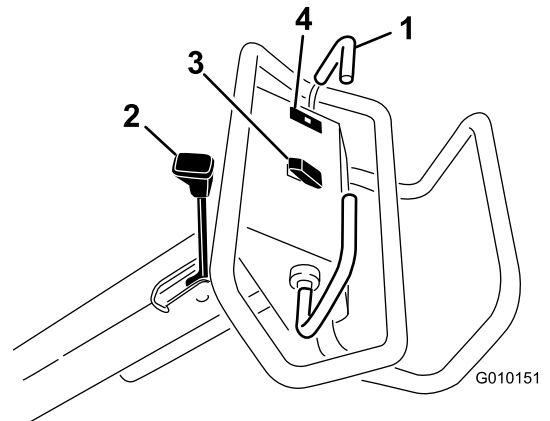

图 13
要向前移动请向前移动牵引把手。要向后移动请向后移动牵引把手 图 13。
- 要设定手刹请向操作员把手的方向移动手刹杆 图 13。
发动机油压低于安全水平时油压警告灯图 13 会亮起。如果出现低油压情况应关闭发动机并确定原因。再次启动发动机之前务必先修理好任何损坏的地方。
升——按开关的顶部图 13 可升起并分离打孔头。发动机必须运行才能产生提升压力。如果打孔头低于运输高度请参阅 重设系统控制电路 (页码 23)。
降/接合——按开关的底部图 13 可降下并接合打孔头。要使用开关牵引把手必须处于向前的位置。